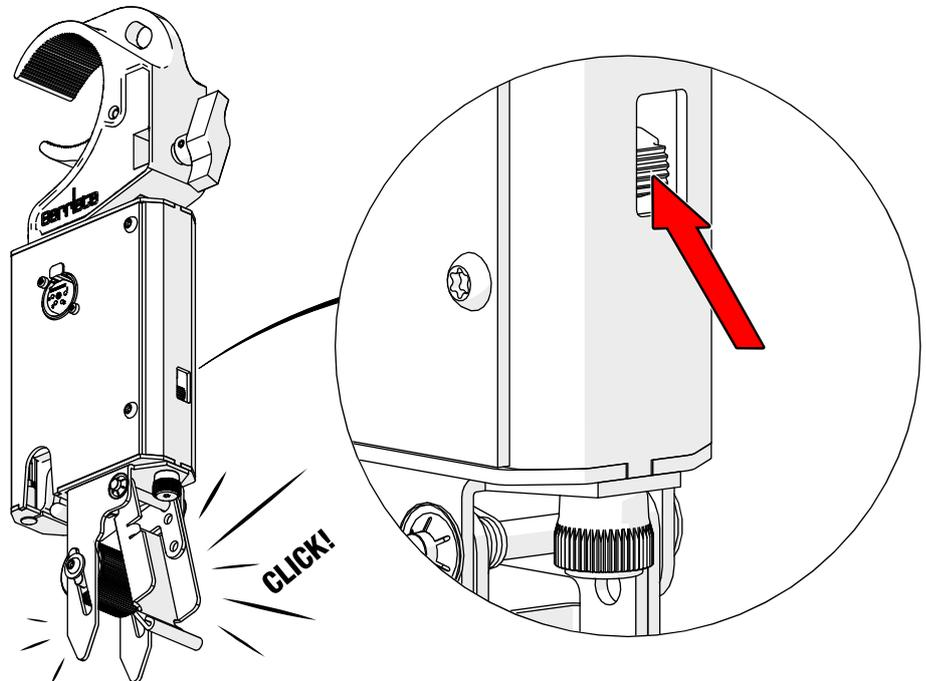

Abb. 13: Auslöseeinheit manuell auslösen
- è Drücken Sie den manuellen Auslöser (siehe Abb. 13).
- Öffnen Sie das Drehschloss am manuellen Auslöser (siehe Abb. 13).